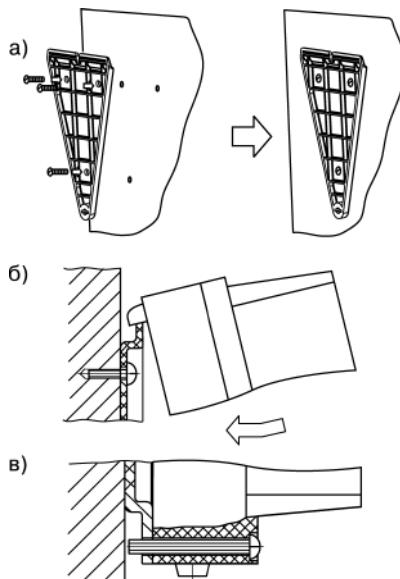

Рис. 7.1 – Установка прибора настенного крепления
- 1) Закрепите кронштейн тремя винтами M4 на поверхности, пред назначенной для установки прибора (см. Приложение А и рисунок 7.1, а).
- 2) Зацепите крепежный уголок на задней стенке прибора за верхнюю кромку кронштейна (рисунок 7.1, б).
- 3) Прикрепите прибор к кронштейну винтом M4 × 35 из комплекта поставки (рисунок 7.1, в).